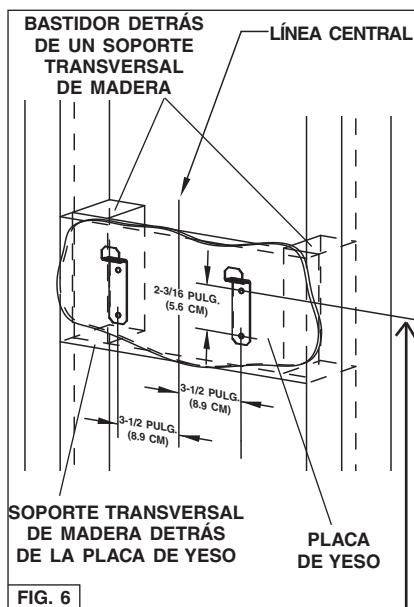

FIG. 6
- Construya un bastidor de **madera** en la pared que quede al ras de la superficie interior de los montantes de pared. Fig. 6. Asegúrese de que:
- Después de terminar la superficie de la pared, asegure los soportes de montaje a la estructura con (4) tornillos de montaje de 4.8 x 38 mm. Vea la ubicación del soporte de montaje en la tabla que aparece abajo. **No use taquetes para placa de yeso**.